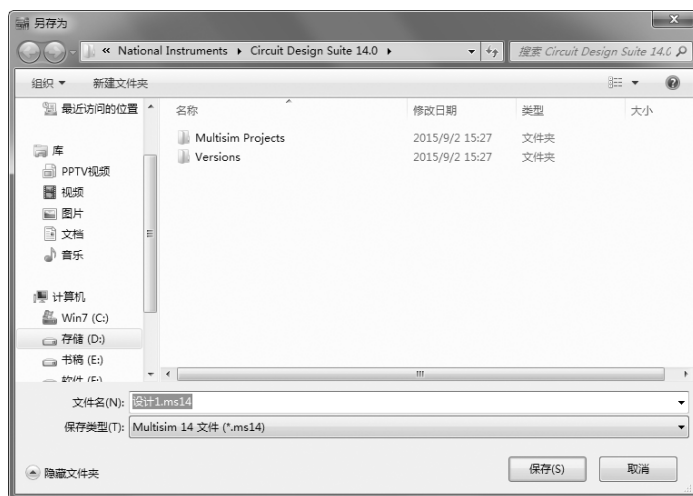

图 4-14 “另存为”对话框
选择菜单栏中的“文件”→“保存”命令或单击“标准”工具栏中的“保存”按钮, 或按快捷键<Ctrl>+<S>, 若文件已命名, 则自动保存为“.ms14”为后缀的文件; 若文件未命名, 则系统打开“另存为”对话框, 如图 4-14 所示, 用户可以命名保存。在“文件类型”下拉列表框中可以指定保存文件的类型。
- 1) 选择菜单栏中的“文件”→“另存为”命令，直接弹出图 4-14 所示的对话框，保存文件。